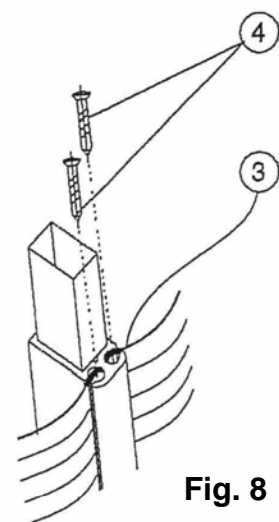

Fig. 8
- (Fig. 8) Kederprofil mit Nut-Ende bündig richten (3) und Kederschraube (4) ins Zentrum des Keders einschrauben.